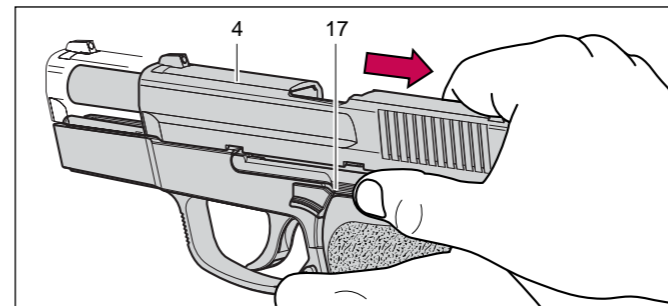

Abb. 8
2. Verschluss 4 bis zum Anschlag nach hinten ziehen und durch Hochdrücken des Verschlussfanghebels 17 den Verschluss 4 in geöffneter Stellung festhalten (Abb. 8).